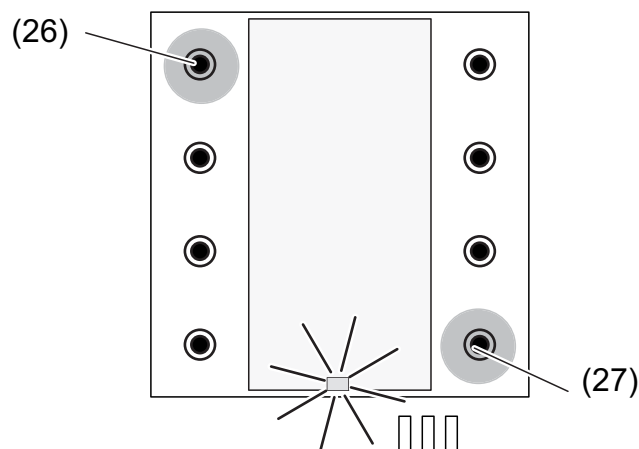

Bild 8: Tasten zur Aktivierung des Programmiermodus
- Programmiermodus aktivieren. Dazu am Grundmodul Taster oben links (26) drücken und gedrückt halten (Bild 8). Dann zweiten Taster unten rechts (27) drücken.